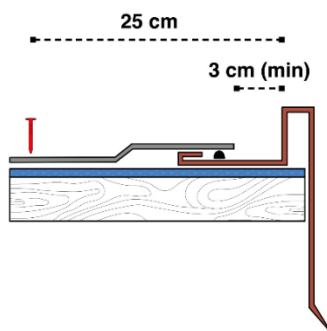

**Fig. 3** - Tracciatura della falda [cm]
- Tracciare delle linee orizzontali e parallele a **x**, ad una distanza fra loro di 14 cm, fino ad arrivare al colmo - vedi Fig. 3.